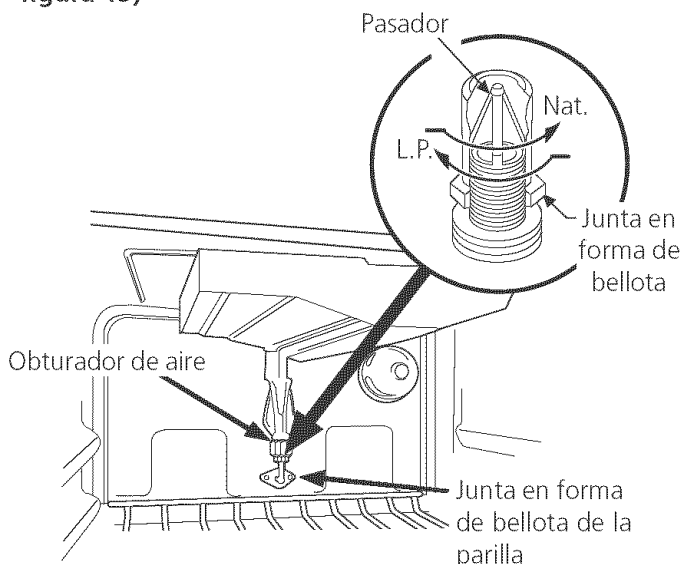

Figura 13
C. Ajuste del orificio del quemador del asador (Modelos autolimpiadores solamente) (vea figura 13)
Usando una llave de 1/2", giro hacia abajo la junta en forma de bellota ajustable que inyecta gas al quemador del horno. Gire esta junta en forma de bellota hasta que ajuste contra el pasador medidor de LP. Esto será aproximadamente 2 1/2 vueltas. No lo apriete demasiado (vea figura 13).